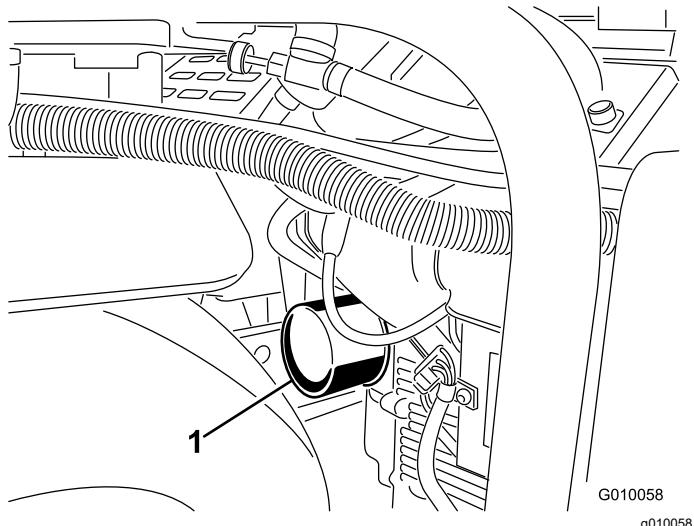
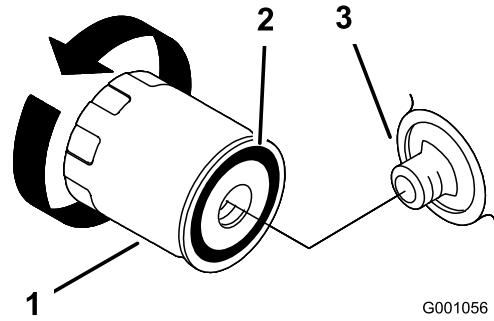

Figura 45
Figura 46
5. Coloque un recipiente poco hondo o un paño debajo del filtro para recoger el aceite (Figura 45).
6. Retire el filtro usado (Figura 45 y Figura 46) y límpie con un paño la superficie de la junta del adaptador del filtro.